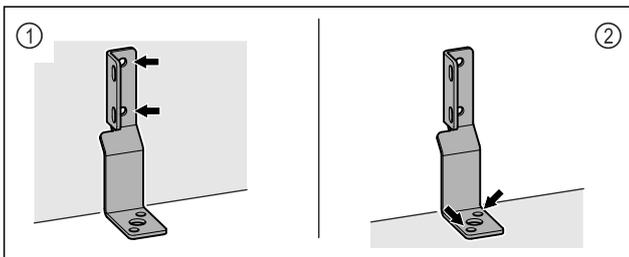

Fig. 8
► Закрепите уголок на стене Fig. 8 (1) или полу Fig. 8 (2).